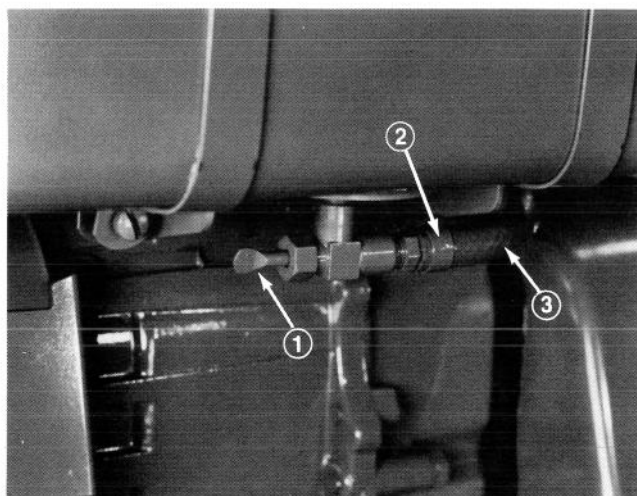

Fig. 25
1. Luk benzinhane som befinder sig under motoren (Fig. 25).
3. Løs bøsningerne som holder benzinslangen fast på hane og lad derefter slangen glide af hane (Fig. 25).